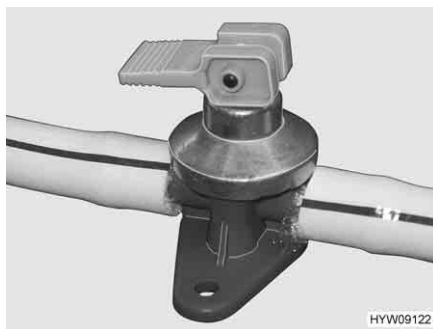
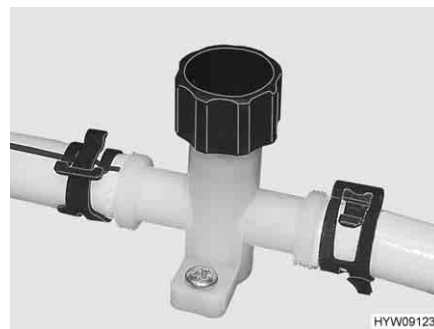

Fig. 86 Rubinetto di scarico (boiler Truma)
Fig. 87 Rubinetto di scarico (tubatura dell'acqua)
- Chiudere tutti i rubinetti di scarico (Fig. 87 o Fig. 86).
- Aprire tutti i rubinetti di scarico (Fig. 86 o Fig. 87).